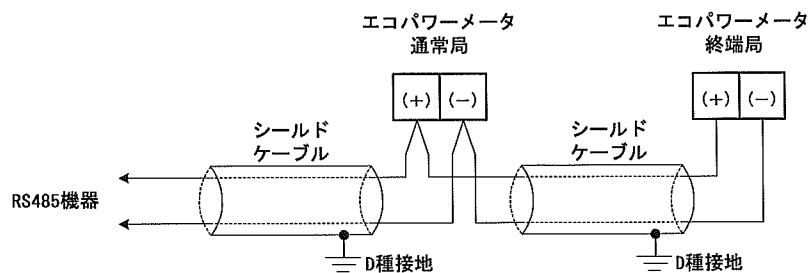

図 1
- 1) エコパワーメータの RS-485 システムでは必ず終端局を設定ください。(図 1)
また、接地は他の接地線と共用しないでください。(図 1)